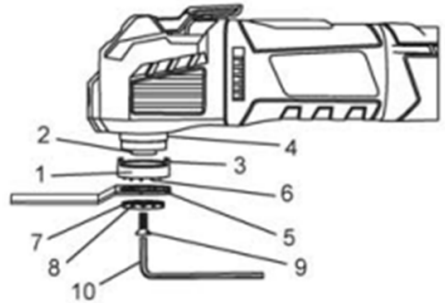

Fig. 5 – Instrucción para el cambio de accesorio cerrados
- a. Coloque la arandela accesorio interna (1) en el eje (2) (Fig. 5).